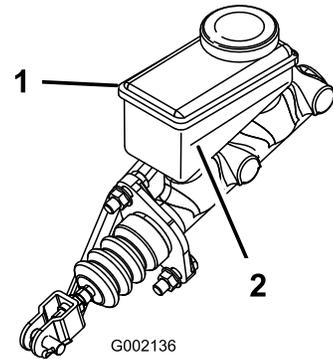

图 18
3. 观察油箱侧面的油位线图 18。
- B. 向油箱添加 DOT 3 刹车油直至液位到达最低标志线上方图 18。